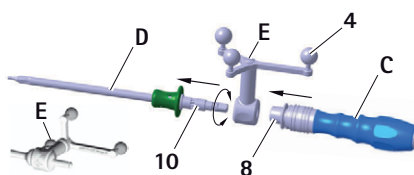

Fig. 8 Instrumentmontage med referensstjärnenhet ("kalibrering med ICM 4") och S⁴C-handtag (FW067R eller FW165R) i S⁴C-skruvmejseln
- Släpp låshylsan **8** se Fig. 8.